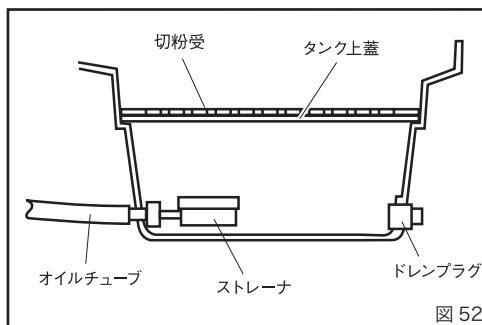

図 52
3. オイルタンクの清掃 (図 52)
細かい切粉がタンク内にたまりますので、月に 1 回程度タンク内をきれいに掃除してください。(図 52)